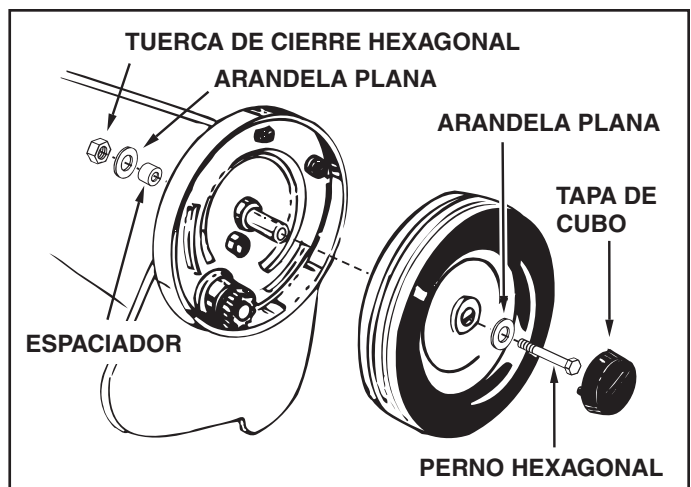

FIGURA 20
3. Cada dos años, desinstale las ruedas y limpie los engranajes que se encuentran dentro de la carcasa de la rueda. Después de limpiarlos, lubrique con una capa delgada y pareja de grasa liviana. Para desinstalar la rueda, quite la tapa de cubo haciendo palanca con un destornillador y retire la tuerca de cierre, la arandela plana y el espaciador del extremo del perno ubicados dentro de la barredora. Vea la figura 20.